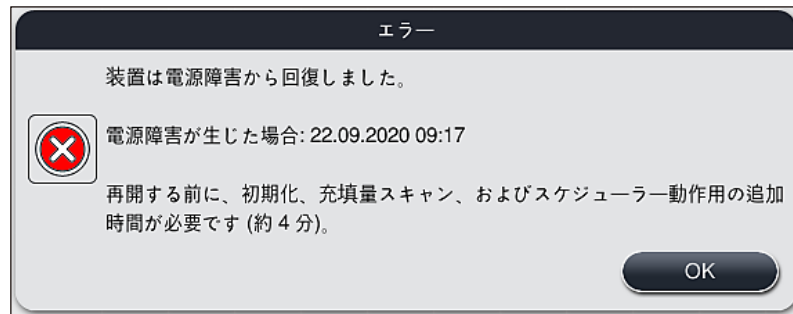

図 108
- ① 装置の再起動後、自動的に表示される最初の情報メッセージでは、電源障害の時刻が表示されます (→「図 108」)。このメッセージを確認して「OK」ボタンを押すと、染色処理を継続するための追加の指示が出ます。